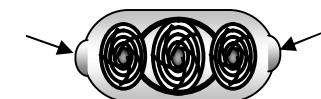

Рис. 3
- Снять фильтровальный блок (без применения инструмента), одновременно нажав защелки-фиксаторы (рис.3).
- Снять верхнюю и нижнюю защитные решетки (без применения инструмента), одновременно нажав защелки-фиксаторы рис.3.